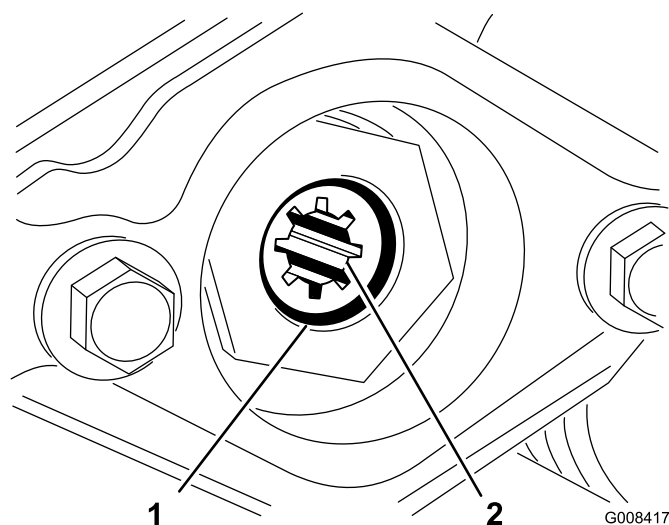

Figura 9
3. Vite a testa esagonale (2)
4. Togliete l'anello a scatto che fissa l'accoppiamento della trasmissione nel tubo del cilindro (Figura 9). Rimuovete l'accoppiamento della trasmissione.
5. Applicate del grasso sulla sezione interna dell'accoppiamento della trasmissione. Installate l'accoppiamento della trasmissione sull'estremità sinistra del tubo del cilindro dell'apparato di taglio, con un anello a scatto (Figura 9).